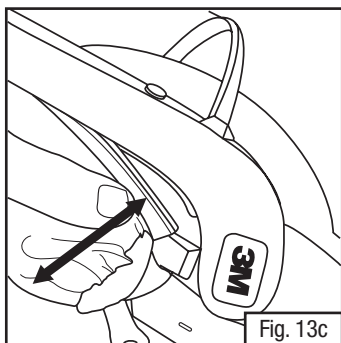

Fig. 13c
- Sujete la junta negra del sello facial y tire lentamente hacia afuera en secciones pequeñas, intentando evitar el sello facial (Fig. 13c).
- En el sello, ubique el lado con el lazo de tela que está cosido en la banda elástica. Manteniendo el sello con esta cara hacia arriba, sujete la junta negra en el sello y alinéela con el borde de la ranura en el marco del visor. Desde un borde, presione firmemente la junta en la ranura en secciones pequeñas, intentando evitar el sello facial (Fig. 13c). Ambas costillas de la junta deben quedar totalmente introducidas en la ranura.